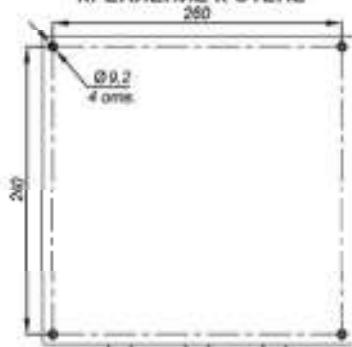

Рис.2 Схема электрическая принципиальная
1. Заземлить изделие при помощи болта заземления (Б3) (рис.2).
6. Подключить кабель питания к входу автомата питания S1 (сечение подключаемых проводов до 25 мм²), при этом фазный провод (L) соединить с контактом 1, нулевой провод (N) с контактом 3.